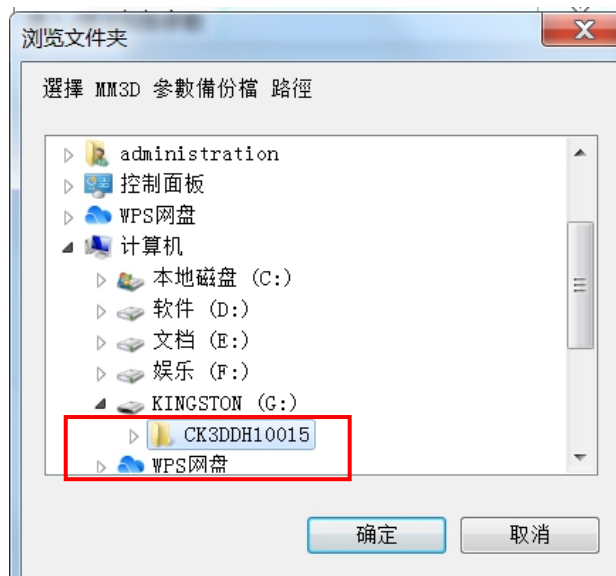
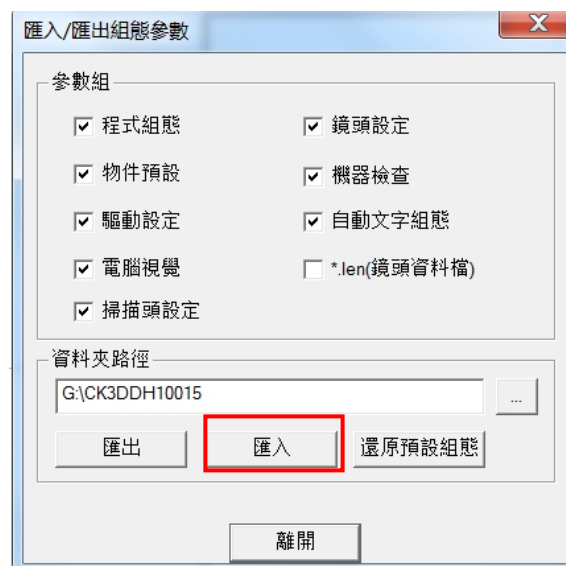

图 3
图 4
③ 在图 2“文件夹路径”里，点击【...】，然后选择 U 盘里【CK3DDH10015】文件，如下图 3 所示。“确定”后，出现下图 4 界面。
④ 点击图 4【导入】，出现下图 5 界面。之后若跳出下图 6 界面，选择“覆盖”后，点击“确定”即可。等所有参数都导入成功后，出现下图 7 界面，然后点击“确定”。